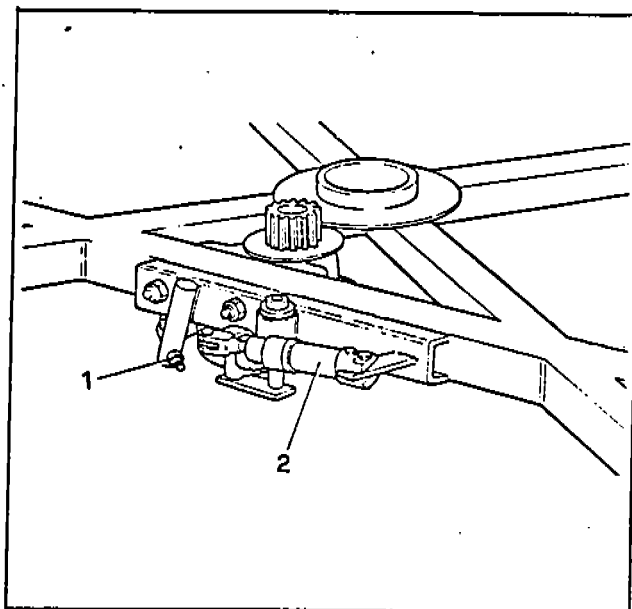

Fig. 11
**BRAKE (Fig. 11)**
**FRENO (Fig. 11)**